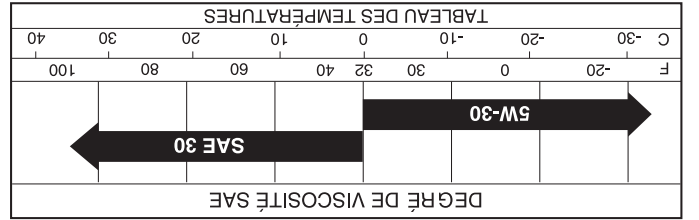

Fig. 28
3. Tirez sur la collièrette de blocage de l'adaptateur de la buse de lavage puis poussez l'adaptateur sur le raccord de lavage du plateau de coupe situé à l'extrémité gauche du plateau de coupe de la tondeuse. Relâchez la collièrette de blocage pour bloquer l'adaptateur sur la buse de lavage. (Voir La Fig. 28)
(Voir la Fig. 28 et 29)